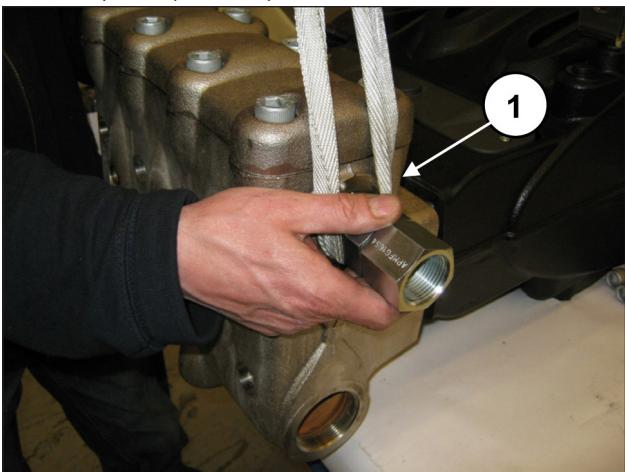
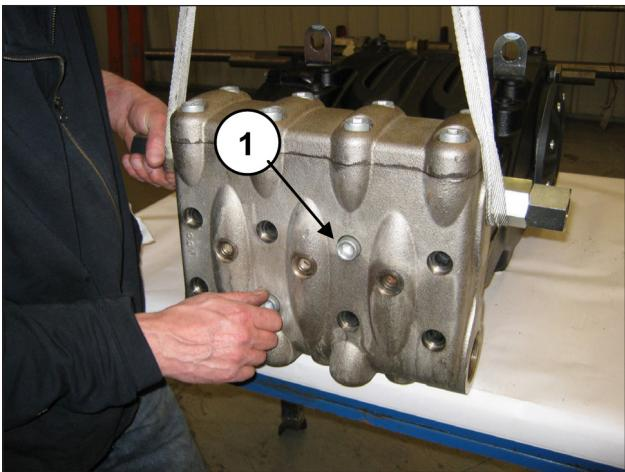

Рис. 131
Рис. 132
Установите головку на картер насоса (поз. ①, Рис. 131), следя за тем, чтобы не задеть поршни, и завинтите 8 винтов M16x180 (поз. ①, Рис. 132).